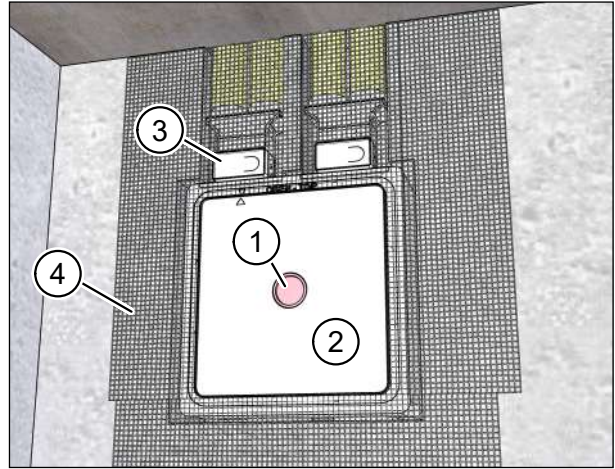

Abb. 32: Montageset im Innenbereich einputzen
- ▶ Achten Sie darauf, dass der Signaldeckel (Pos. 1 in Abb. 32) im Putzschutzdeckel (Pos. 2 in Abb. 32) sitzt.
- ▶ Achten Sie darauf, dass die Putzschutzdeckel (Pos. 3 in Abb. 32) in den 90°-Winkeln sitzen.
- ▶ Bringen Sie das Putzgewebe M-WRG-PG (Pos. 4 in Abb. 32) auf dem Montageset und der Massivwand an.